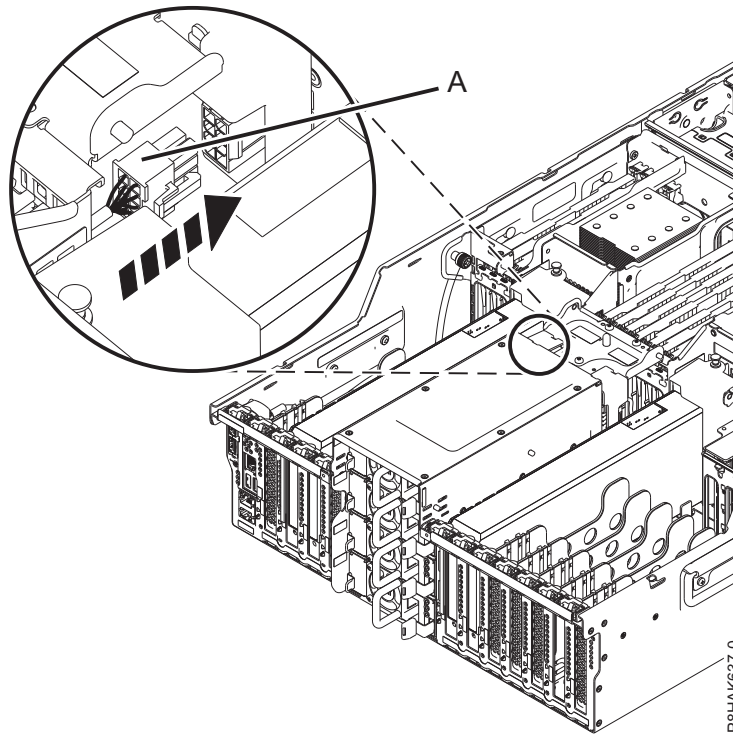

Abbildung 41. Netzkabel für den PCIe-Adapter (GPU) im System vom Typ 8247-42L anschließen
6. Wenn Sie den PCIe-gen3-x16-GPU-Adapter (FC EC47 oder EC4B) in einem System vom Typ 8247-42L installieren oder austauschen, schließen Sie das zusätzliche Stromversorgungskabel (A) an den zugehörigen Anschlüssen an der Systemrückwandplatine an, siehe Abb. 41 auf Seite 47. Wenn Sie weitere Adapter installieren oder austauschen, fahren Sie mit dem nächsten Schritt fort.